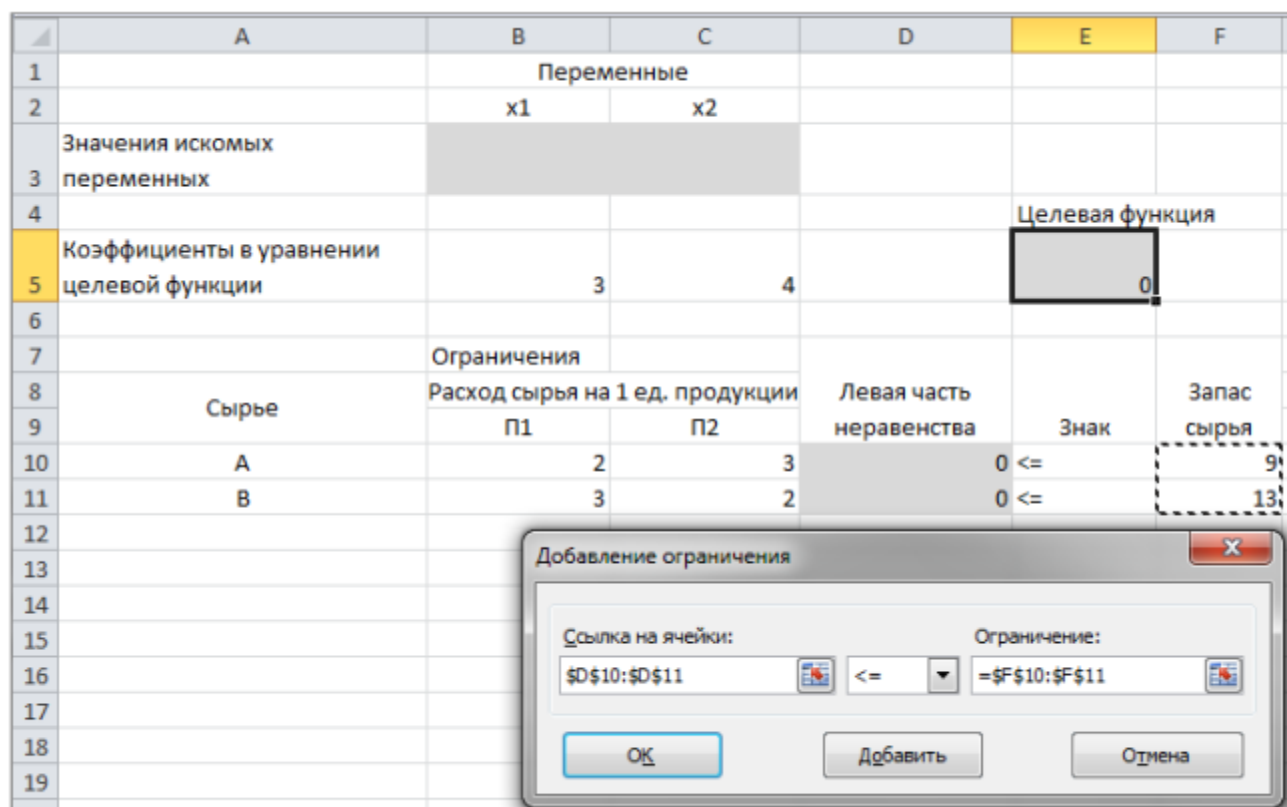

Рис. 7
- в области В соответствии с ограничениями с помощью кнопки Добавить размещаем все ограничения нашей задачи (рис. 7);
указываем в поле Ссылка на ячейки диапазон D10:D11, выбираем в раскрывающемся списке знак неравенства, в поле Ограничение выделяем диапазон F10:F11 и нажимаем кнопку Добавить (рис. 7), чтобы принять ограничение и добавить следующее ограничение. Для принятия ограничения и возврата к диалоговому окну Поиск решения нажмите кнопку Ок.